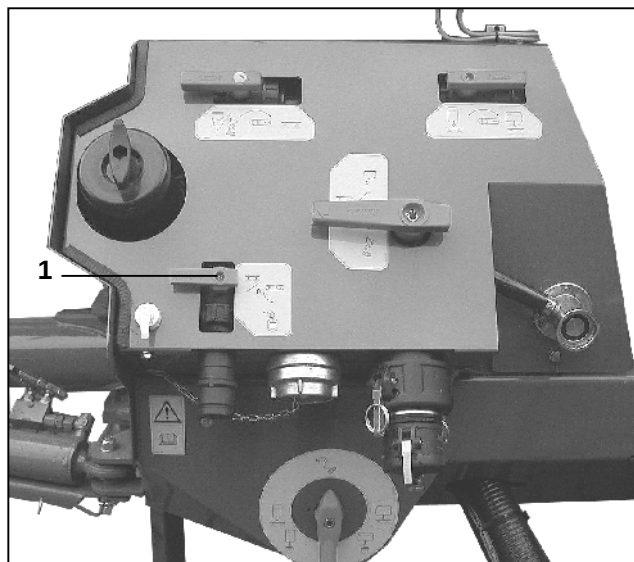

Bild 10.13
- 2-vägs kranen (bild 10.13/1) vrids 90° tills önskad preparatmängd är insugen.
- 2-vägs kranen (bild 10.13/1) öppnas ett kort ögonblick för rensugning av preparat.